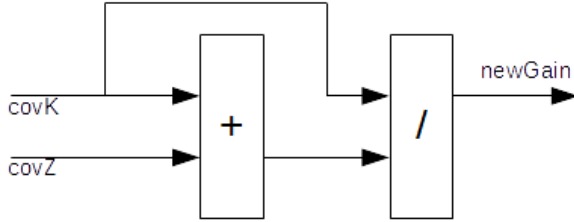

Figura 3. Diagrama com a arquitetura do cálculo do novo ganho.
2) *Arquitetura: Calcula Ganho:* A Figura 3 demonstra a arquitetura do componente responsável por calcular o ganho do filtro dado as atuais covariâncias das leituras dos sensores.